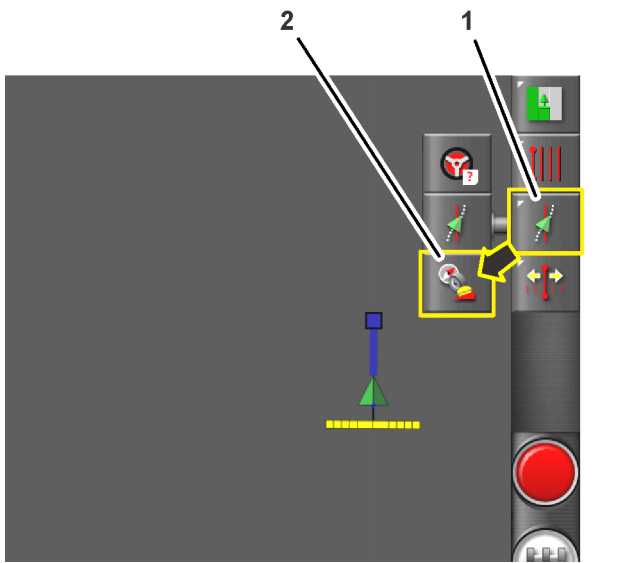

Figura 168
- Pulse el icono STEERING OPTIONS (Opciones de dirección) (Figura 168).
2. Pulse el icono STEERING CALIBRATION (Calibración de la dirección) (Figura 168).